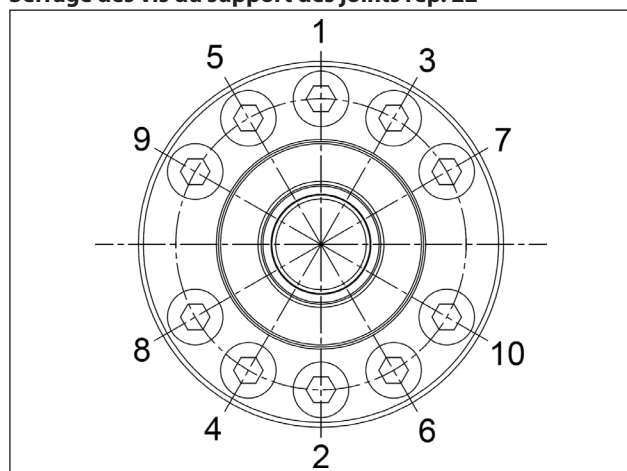

Fig. 130
** Les vis de fixation des supports doivent être serrées en respectant les phases et l'ordre indiqué sur le schéma Fig. 130.